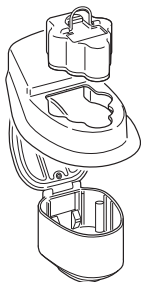

Abbildung 3 – Batterie einsetzen
- Das Profil des Batteriegehäuses auf die Transferabschirmung und die Kammeröffnung ausrichten und die unsterile Batterie in die Kammer einsetzen (Abbildung 3).